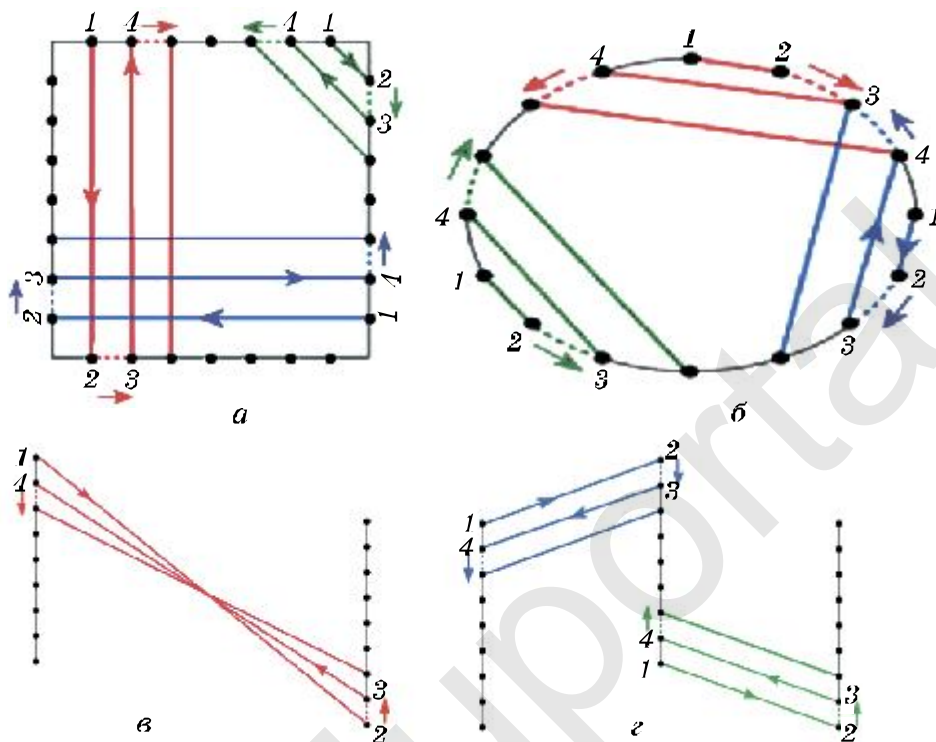

Рис. 36. Способ наполнения различных фигур: а — четырехугольник; б — овальная форма; в — бантик; г — лестница
**Метод заполнения различных фигур.** Для того чтобы лучше понять технологию заполнения геометрических фигур, мы рассмотрим способ заполнения форм «бантик» и «лестница» (рис. 36).